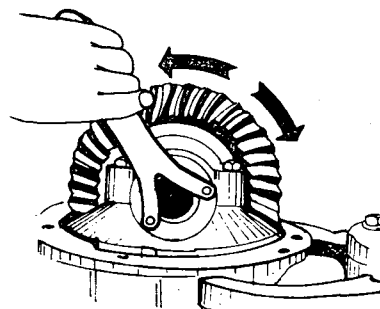

Fig. 6
- c Aperte, alternadamente, as placas de ajustagem para centralizar os anéis dos rolamentos cônicos do diferencial (fig. 6).